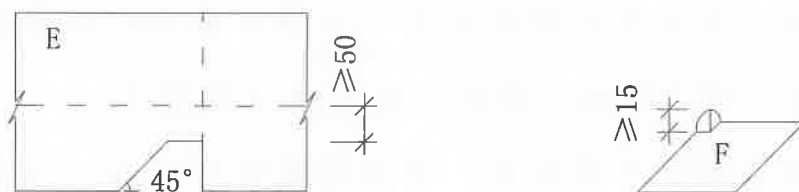

图6 立面防水阴角处理 图7 “竖向阳角+2水平阴角补丁”
⑬立面卷材 E 在“竖向阴角+2 水平阴角”部位应采用规定的标准搭接法进行裁剪搭接。预留宽度应不小于 50mm，折角按 45° 裁剪，折角应焊接密实无孔洞（见图 6）。